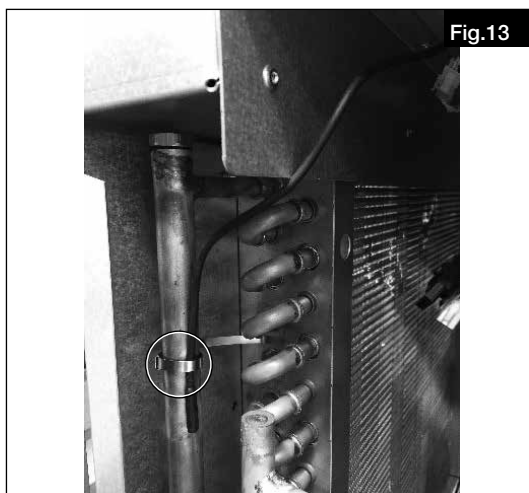

Fig.13
4. Fixer la sonde de protection antigel à l'aide du serre-câble métallique (inclus dans la livraison) (voir Fig. 13).